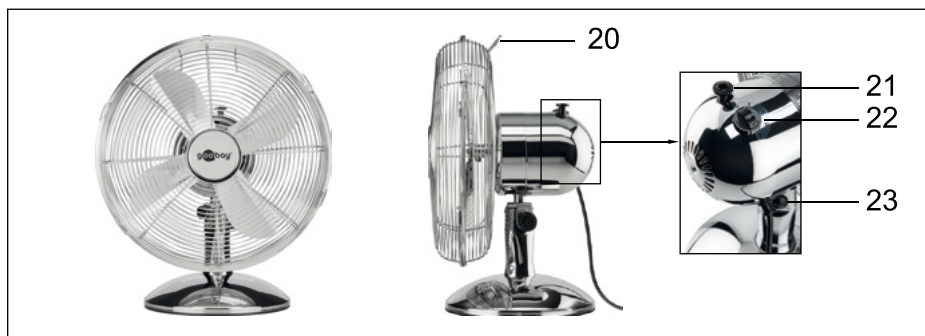

Fig.5: Fertig montierter Tischventilator
1. Fassen Sie den Ventilator am Griff (Abb. 5, Nr. 20) an und stellen Sie ihn auf eine staubfreie, stabile und horizontale Oberfläche.
4. Lösen Sie die Neigungseinstellschraube (Abb. 5, Nr. 23).
Die Gebläsestärke kann in 3 Stufen durch Drehen des Drehschalters Drehschalters (Abb. 5, Nr. 22), eingestellt werden:
- EIN:** Drücken Sie den Stift zur Rotationseinstellung (21, Abb.5) in das Motorgehäuse.